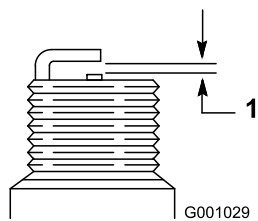

Figure 38
- Réglez l'écartement des électrodes de la nouvelle bougie à 0,76 mm, comme montré à la Figure 38.